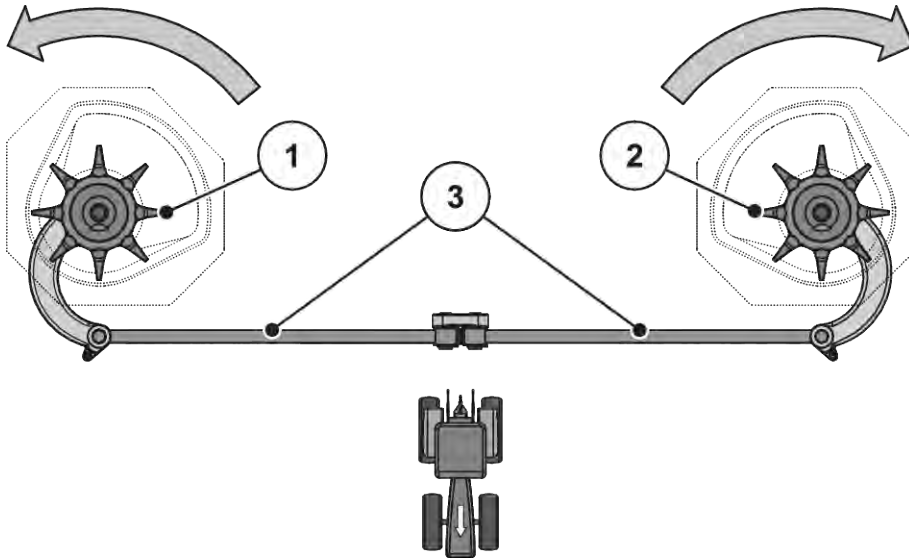

Рис. 55: Перевірка привода мішалки
- Прокрутіть змішувальну головку рукою **в напрямку руху розкидального диска**. Див.. Рис. 55 Перевірка привода мішалки.
- Із силою прокрутіть змішувальну головку рукою або за допомогою ремінного ключа для масляного фільтра **проти напрямку руху розкидального диска**. Див. Рис. 55 Перевірка привода мішалки